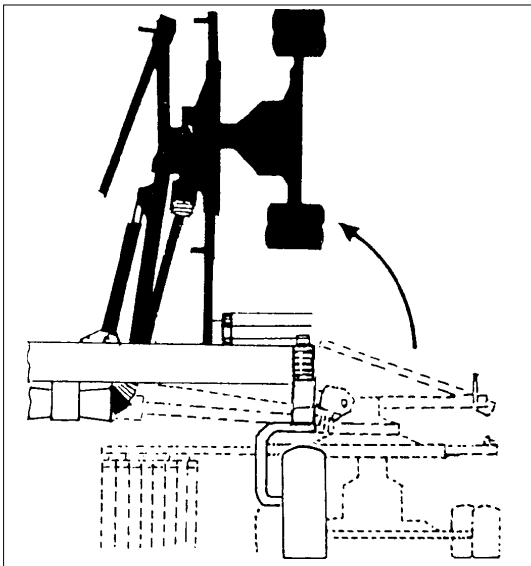
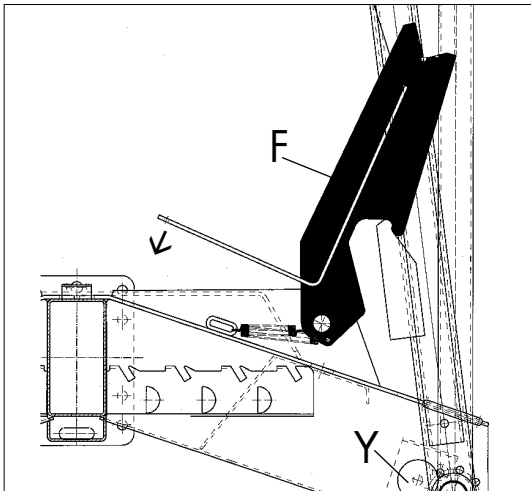

Figure 3-16
Figure 3-17
3. Ouvrir le robinet d'arrêt de la conduite hydraulique, tirer les machines latérales vers le haut (figure 3-16) à l'aide de l'hydraulique du tracteur en libérant les limiteurs de course avec le câble de déverrouillage noir jusqu'à ce que les segments des bras de levage s'encliquettent dans le limiteur de course (F) (figure 3-17) et que les deux vérins hydrauliques soient complètement rentrés. Refermer ensuite le robinet d'arrêt de la conduite hydraulique afin que lors du transport sur route les machines latérales ne s'abaissent pas suite à un déverrouillage par inadvertance des limiteurs de course.